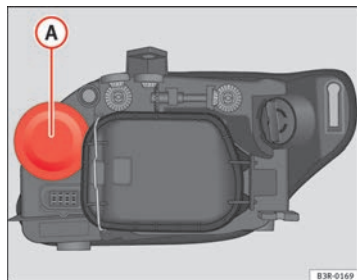

Fig. 218 Lámpara luz intermitente
- Extraiga la tapa de goma ⇒ fig. 218 tirando de ella.